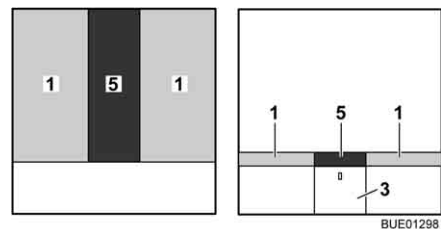

Bild 117 Efter ombyggnaden
- Lägg extradynan (Bild 117,5) mellan madrasserna (Bild 117,1).